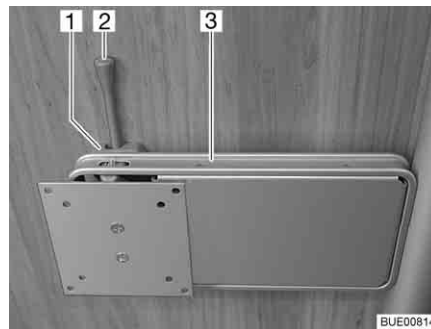

Fig. 88 Support sur colonne
- Pousser le levier de déverrouillage (Fig. 88,2) sur le côté et pivoter le support (Fig. 88,3) et l'écran plat pour les amener en position souhaitée.
- Pivoter l'écran plat en sens inverse, jusqu'à ce que le support (Fig. 88,3) s'enclenche dans le verrouillage (Fig. 88,1).